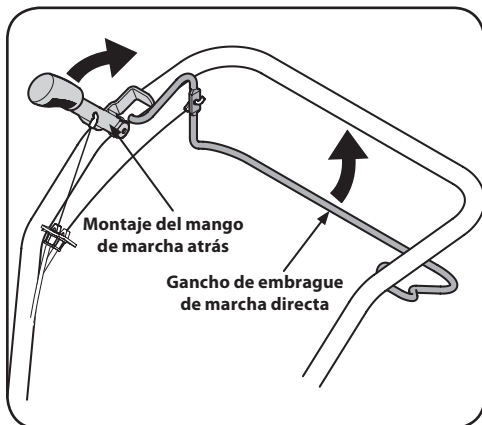

Figura 4-3
- Cuando realiza la labranza, distiéndase y deje que las ruedas tiren de la unidad mientras los dientes cavan. Camine detrás, levemente hacia un lado de la unidad. Use una mano, pero sujete la barra de control de forma ligera – aunque firme (mientras deja el brazo flojo). Vea la Figura 4-3. Deje que la unidad se mueva a su propio ritmo y no empuje hacia abajo en las barras de control para intentar forzar los dientes para que caven más profundo – esto quita peso a las ruedas y reduce la tracción.